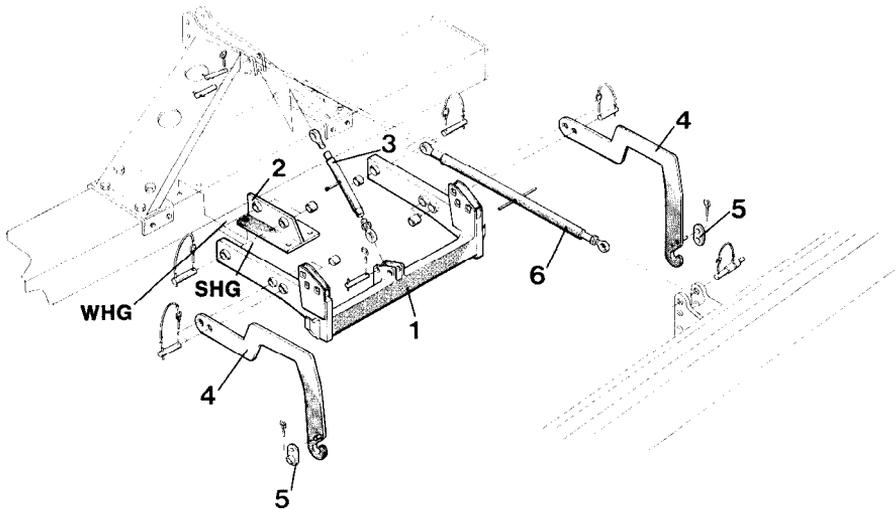

Fig. 19
- a) Abstützrahmen (Fig. 19/1) an den Kupplungsböcken (Fig. 19/2) des Kreiselgrubbers abstecken:
- b) Oberlenker Kat. II (400 bis 530 mm) (Fig. 19/3) am oberen Anlenkpunkt des Kreiselgrubbers und an der Fangtasche des Abstützrahmens abstecken und so einstellen, daß der Abstützrahmen waagrecht ausgerichtet ist.
- c) Kupplungsarme zur Drillmaschine (Fig. 19/4) am Abstützrahmen abstecken.
– Außerhalb des Abstützrahmens montiert entspricht Kat. II (Fig. 19).
– Um die Hubkraft gering zu halten, sind die Kupplungsarme (Fig. 19/4) so weit vorn am Abstützrahmen (Fig. 19/1) abzustecken, daß die Kupplungsarme zur Drillmaschine dicht hinter der Packerwalze verlaufen.
Die Fanghaken der Kupplungsarme (Fig. 19/4) in die Welle des unteren Anlenkpunktes der Drillmaschine einhängen, beidseitig die Sicherungslaschen (Fig. 19/5) über das Wellenende schieben und mit dem Klappsplint sichern.
- e) Oberlenker Kat. II (790–1020 mm) (Fig. 19/6) einstellen, bis Drillmaschine gerade hinter dem Kreiselgrubber steht.
- f) Oberlenker Kat. II (400–530 mm) (Fig. 19/3) einstellen, daß sich die Drillmaschine bei der Arbeit hinter dem Kreiselgrubber frei bewegen kann und bei Unebenheiten im Boden die Kupplungsarme nicht auf dem Abstützrahmen aufliegen.
Die Kupplungsarme (Fig. 19/4) werden in den 4 Bohrungen mit dem Abstützrahmen (Fig. 19/1) vorn abgesteckt.
Die weitere Tiefeneinstellung erfolgt mit dem kurzen Oberlenker Kat. II (400–530 mm) (Fig. 19/3).